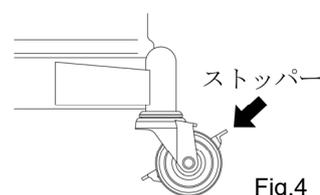

Fig.4
- 作業中および移動を完了した本製品の設置時は、必ずキャスターブレーキをロックしてください。機器の転倒により施設を汚染させることがあります。(Fig.4)